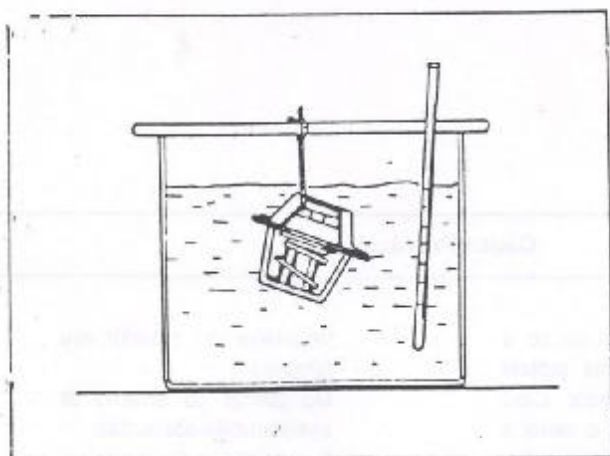

Figura 1.21.1 - Teste da válvula termostática
1. Posicionar a válvula termostática dentro de um recipiente com água, certificando-se de que o termostato não toque nas paredes (Figura 1.21.1).